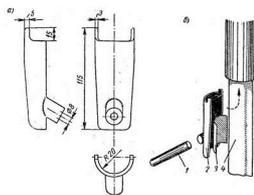

Рис. 60. Приспособление для затяжки гайки-сальника пера передней вилки:
1) слабая затяжка гайки на наконечнике. В этом случае гайку нужно затянуть при помощи ключа, изображенного на рис. 60;